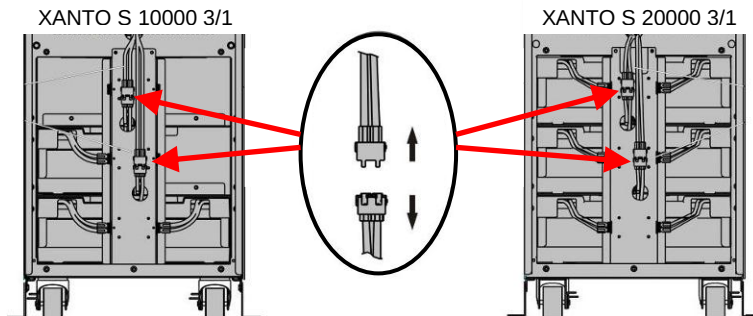

Abbildung 8: Trennen der internen Batterieeinschübe
2. Trennen Sie die internen Batterieeinschübe (siehe Abbildung 8).